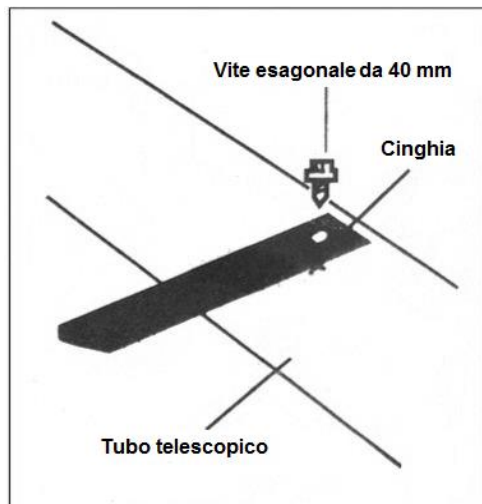

Fig. 2
- Successivamente, forare il tubo telescopico per fissarvi le cinghie che sono legate alla copertura utilizzando le viti esagonali fornite (**Q**) (**Fig. 2**)